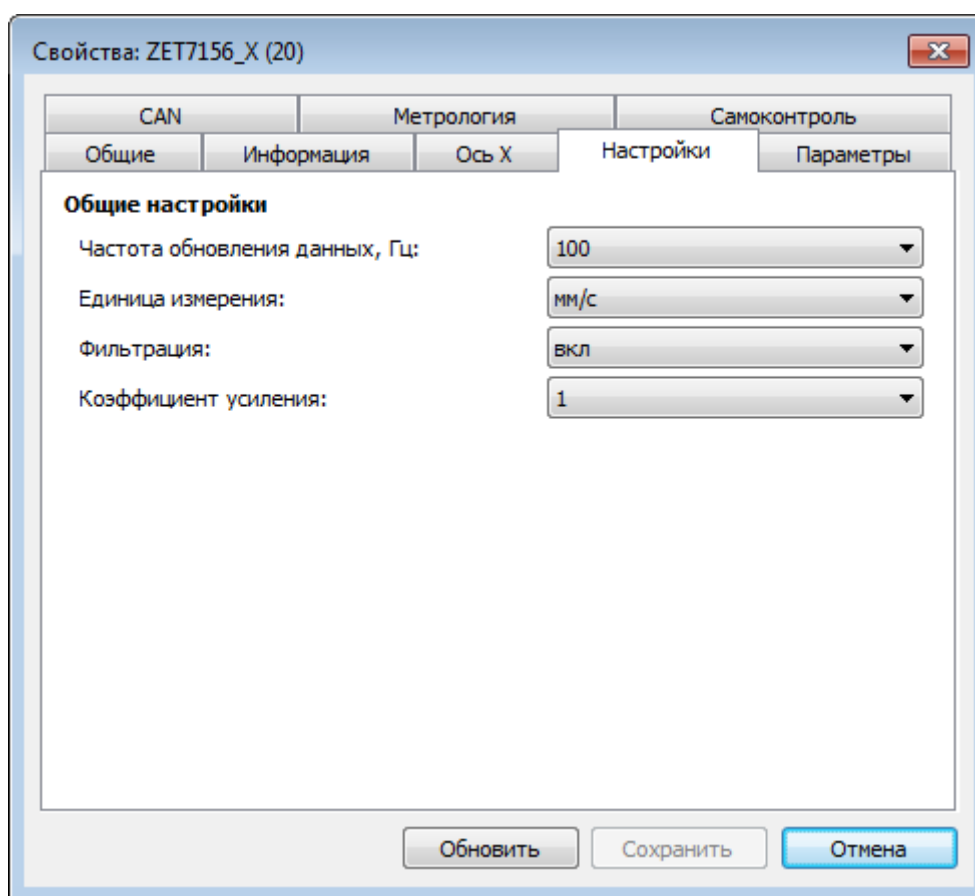

Рис. 2.12 Вкладка «Настройки»
- Во вкладке «Настройки» меню «Свойства» установить параметры «Частота обновления данных», «Единица измерения», «Фильтрация», «Коэффициент усиления» (Рис. 2.12).